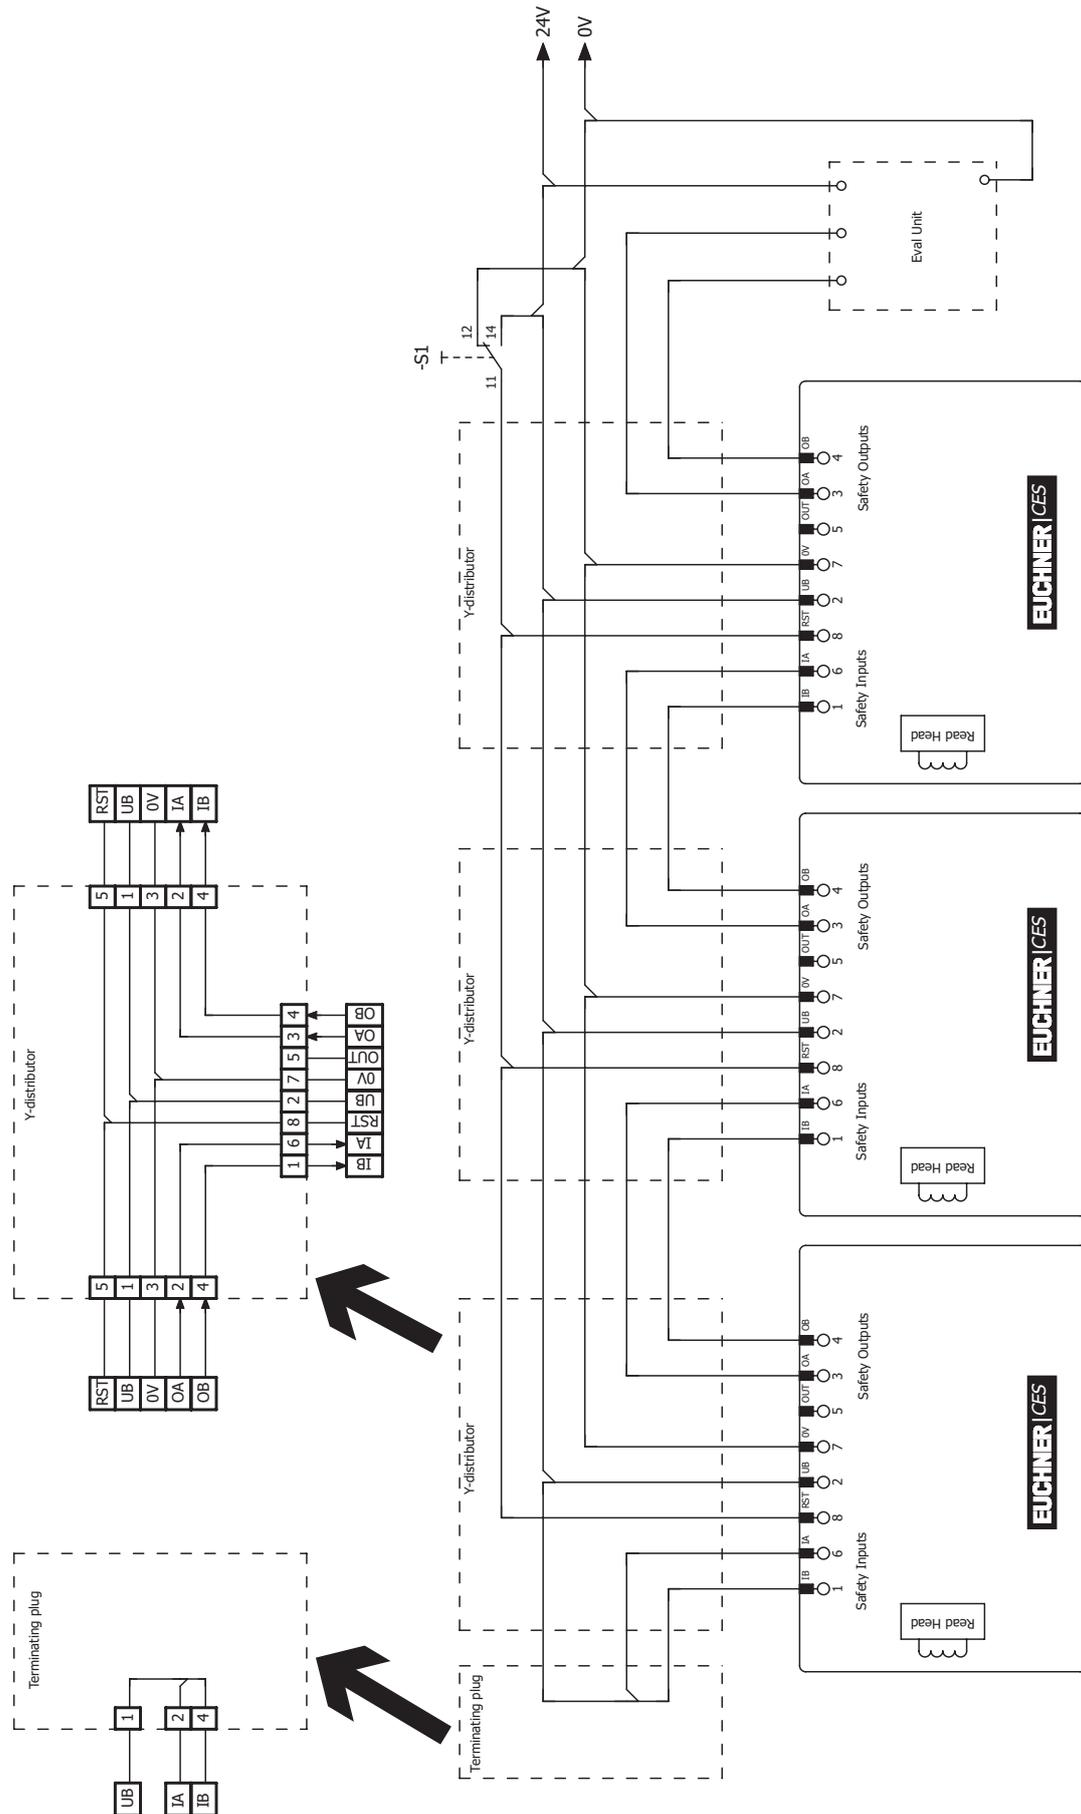

图4: 配有复位和转换开关的串联接配线示例
- ▶ 开关链中的所有开关都必须使用共同的信号。这可以是转换开关或控制系统的输出。不宜使用按钮，因为工作时复位必须始终连接到GND（请参见第17页图4中的开关S1）。
通常，应在断电状态下执行接线工作（例如在更换设备时）。某些特定系统则需在运行过程中执行接线和后续初始化。为此，必须按第17页图4所示连接RST输入。